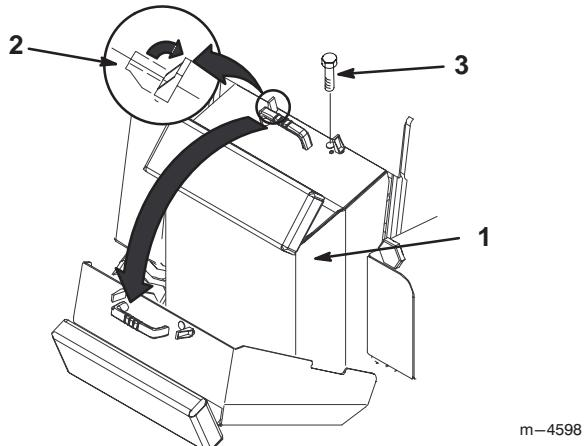

Bild 23
2. Lockern Sie die beiden Blockierzungen oben auf dem hinteren Zugangsdeckel (Bild 23).
3. Entfernen Sie die Schraube, die sich neben der rechten Blockierzunge befindet (Bild 23).
4. Ziehen Sie, wobei Sie den Griff ergreifen, die Abdeckung nach oben und zurück, um sie zu öffnen (Bild 23).